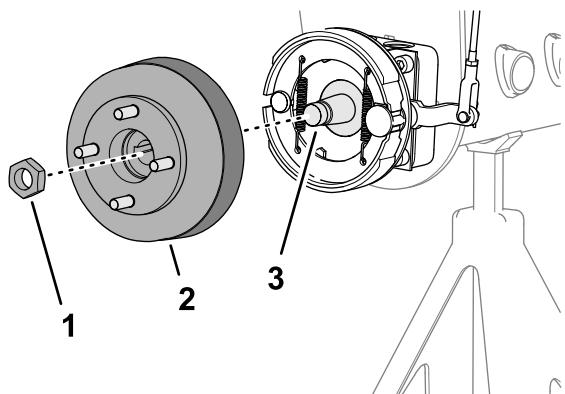
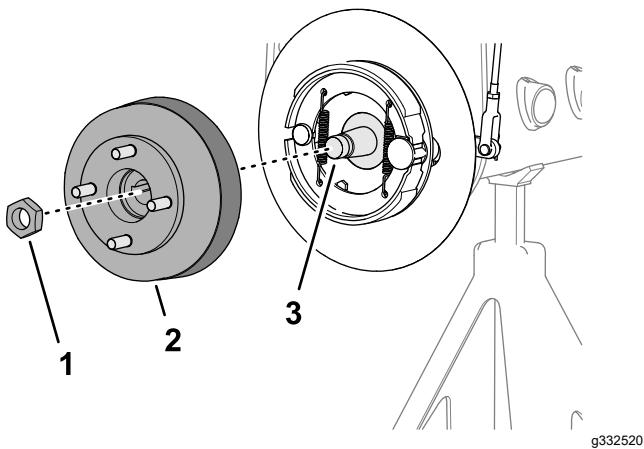

Figura 61
Figura 62
1. Retire la contratuerca que sujetá el cubo al eje del motor de rueda (Figura 61 o Figura 62).
4. Utilice el extractor de cubos de rueda especificado para retirar el cubo de la rueda y el tambor de freno del eje del motor de rueda (Figura 61 o Figura 62).